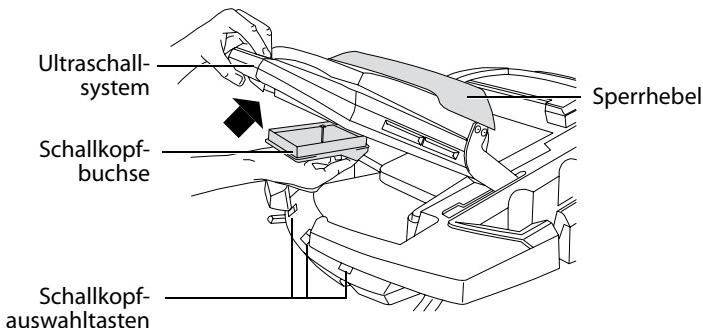

Abbildung 6 Anschließen des Schallkopfsteckers an das System
- Den gewünschten Schallkopf über die Schallkopfauswahl-Taste am TTC auswählen. Siehe Abbildung 6 auf Seite 15.